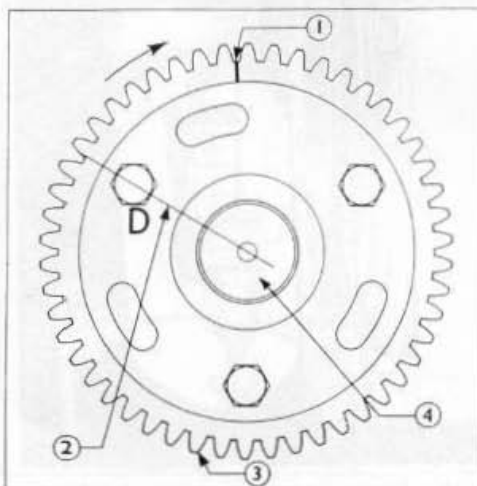

Fig. 13 = Création de repères sur un pignon d'arbre à cames neuf
6. Si le pignon d'arbre à cames utilisé ne porte pas de repère, tracer une ligne rejoignant le centre de l'arbre à cames au centre du trou lisse adjacent au repère 'D' du pignon d'arbre à cames (Fig. 13).